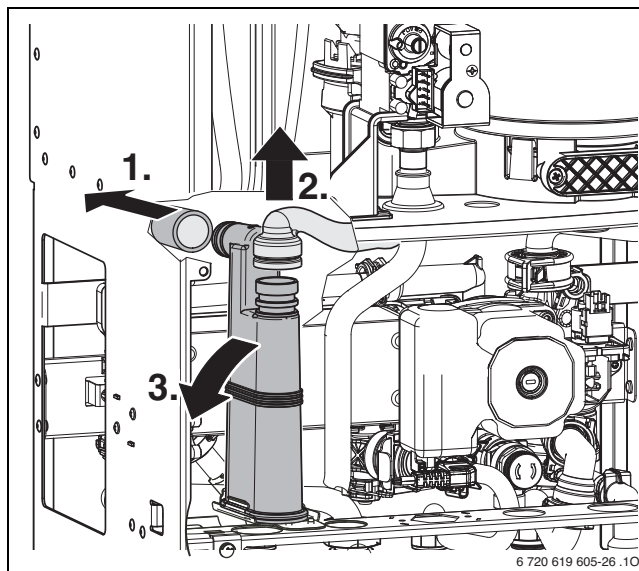

Fig. 52
- ▶ Afmonter vandlåsen til kondensvand (→ fig. 52, og stil en passende beholder under).